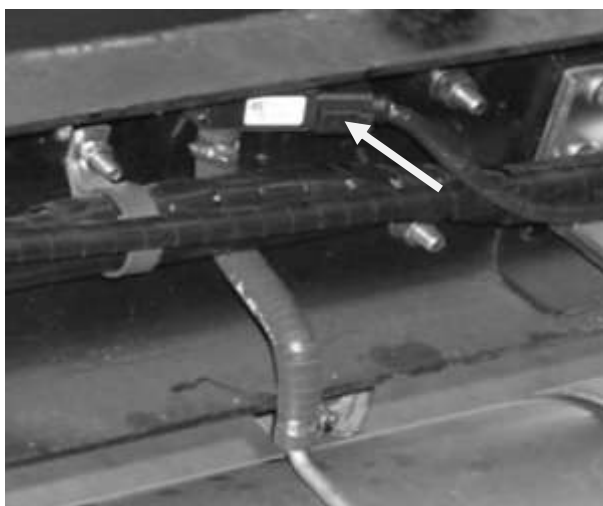

Рис. 5.11 Датчик давления в сажевом фильтре
5.1.12 Датчик давления в сажевом фильтре (рис.5.11). Расположен на раме с правой стороны и соединен с глушителем трубопроводом.